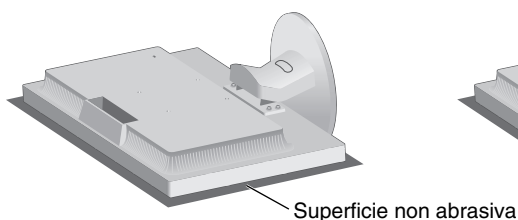

Figura R.1
- Sistemare il monitor verso il basso su una superficie non abrasiva (**Figura R.1**).
1. Sistemare il monitor verso il basso su una superficie non abrasiva (**Figura R.1**).